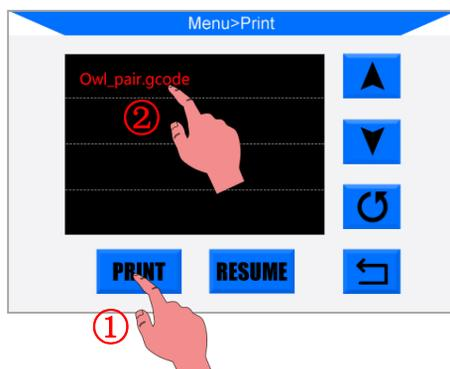

Abbildung 31
3. Setzen Sie die SD-Karte in den SD-Kartenschlitz an der Basis ein. Klicken Sie im Startmenü auf "Drucken", um die Dateiliste aufzurufen. Klicken Sie auf eine bestehende Datei (z.B. "owl_pair"), und klicken Sie auf "Drucken" (Abb.31). Die Maschine heizt nacheinander das Heizbett und die Düse auf und druckt dann.